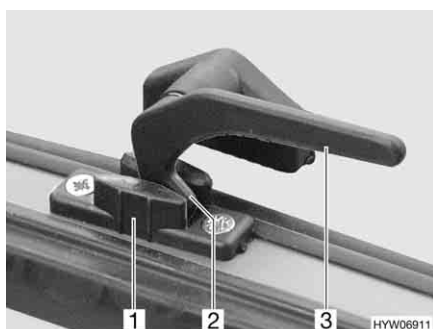
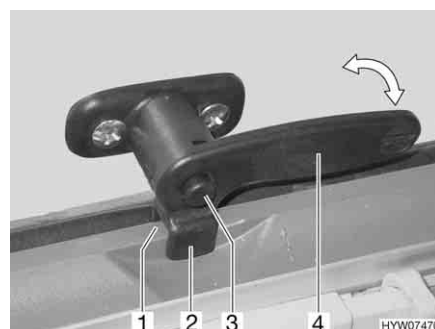

Fig. 77 Levier de verrouillage sans bouton de sécurité en position "Aération permanente"
Fig. 78 Levier de verrouillage avec bouton de sécurité en position "Aération permanente"
- En position "Aération permanente" (Fig. 77 ou Fig. 78)
- Le cas échéant, appuyer sur le bouton de sécurité (Fig. 78,3) et le maintenir enfoncé.
- Tourner le levier de verrouillage (Fig. 77,3 ou Fig. 78,4) d'un quart de tour vers le centre de la fenêtre.
- Remettre le levier de verrouillage en position initiale. Introduire le tenon de verrouillage (Fig. 77,2) dans le logement prévu à cet effet dans le verrouillage de fenêtre (Fig. 77,1), ou la fourche (Fig. 78,2) du levier de verrouillage dans le verrouillage de fenêtre (Fig. 78,1).